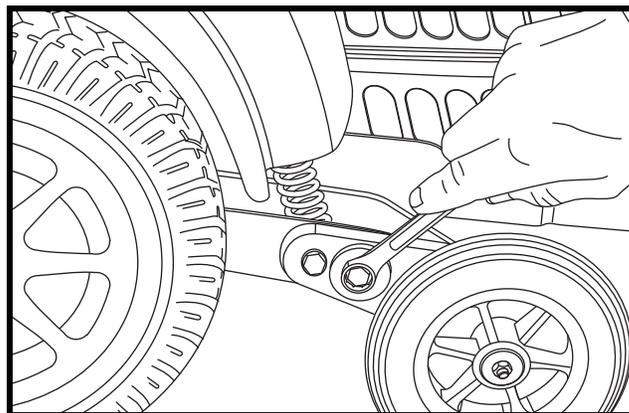

Figure 21. Module de roulette antibascule (Came)
4. Pour régler la roulette vers le haut, tournez la came dans le sens opposé aux aiguilles d'une montre. Pour régler la roulette vers le bas, tournez la came dans le sens des aiguilles d'une montre. **Voir la figure 21.**